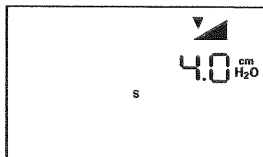

Abb. 6–10 Rampenanfangsdruck-Einstellungsbildschirm
- Auf dem Standby- oder Überwachungsbildschirm die rechte Benutzer-Taste drücken, bis der Rampenanfangsdruck-Einstellungsbildschirm angezeigt wird (siehe Abb. 6–10).